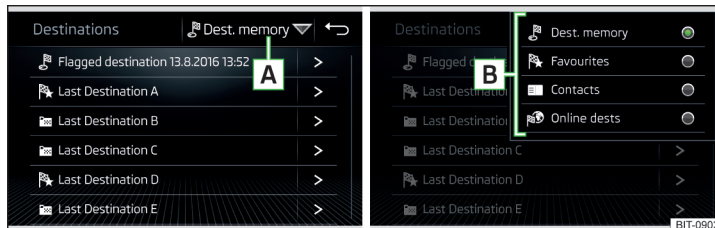

Abb. 216 **Liste der gespeicherten Ziele / Kategorien der gespeicherten Ziele wählen**
- ▶ Die Funktionsfläche A » Abb. 216 antippen und eine der folgenden Kategorien der gespeicherten Ziele B » Abb. 216 wählen.